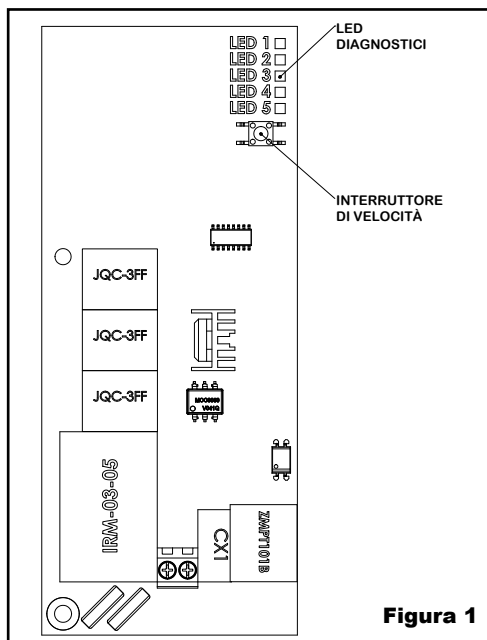

Figura 1
In questi modelli la velocità della ventola può essere regolata su tre livelli, alto, media e basso. L'interruttore si trova sulla scheda all'interno dell'unità, come mostrato nella Figura 1 in basso.
3. Individuare l'interruttore sulla scheda come mostrato in Figura 1 in basso, e selezionare la velocità desiderata. (Nota: A media o bassa velocità, il LED 3 si illumina sul circuito stampato.) Premere e rilasciare l'interruttore di velocità per alternare tra Hi, Med e Low. Rimontare la copertura dell'asciugamani avvalendosi della chiave esagonale di sicurezza in dotazione per girare le viti di montaggio **in senso antiorario** e serrare fin quando risultano sicure. Non serrare in eccedenza.
La scheda include una serie di LED che indicano lo stato dell'asciugamani. Se si contatta il servizio di assistenza tecnica di World Dryer, potrebbe essere necessario rimuovere la copertura dell'asciugamani per fornire lo stato dei LED, utile per risolvere i problemi. Per la posizione dei LED sulla scheda, vedere la Figura 1. Per una spiegazione della funzione dei LED, vedere la Tabella 4.